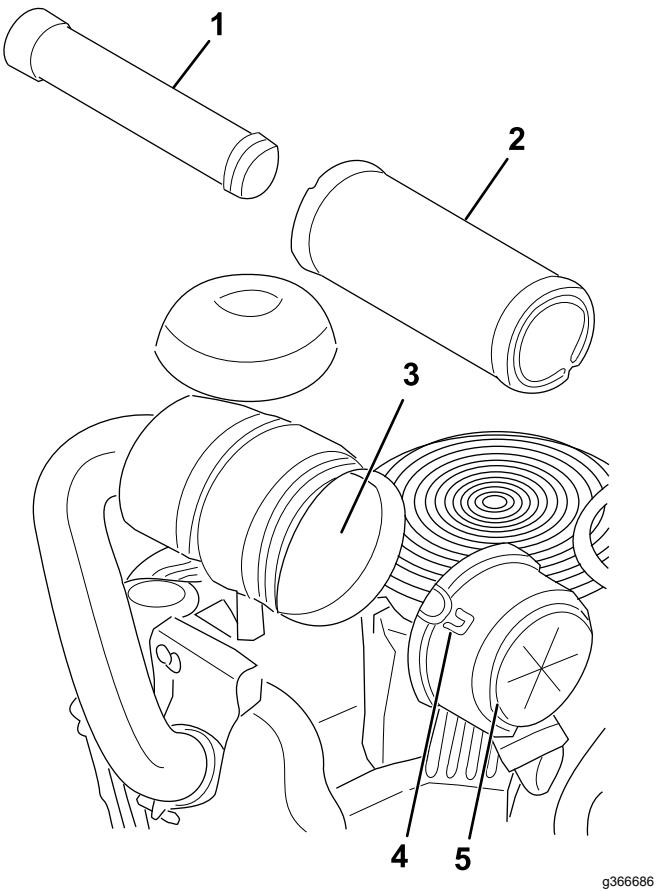

Figura 43
3. Abra los cierres del limpiador de aire y tire de la tapa de la entrada de aire para separarla del cuerpo del limpiador de aire (Figura 43).
5. Extraiga con cuidado el filtro primario de la carcasa del limpiador de aire (Figura 43).
2. Si va a cambiar el filtro interno, deslícelo cuidadosamente en el cuerpo del filtro (Figura 43).
3. Deslice cuidadosamente el filtro primario por encima del filtro de seguridad (Figura 43).
4. Instale la tapa del limpiador de aire y fije los cierres (Figura 43).